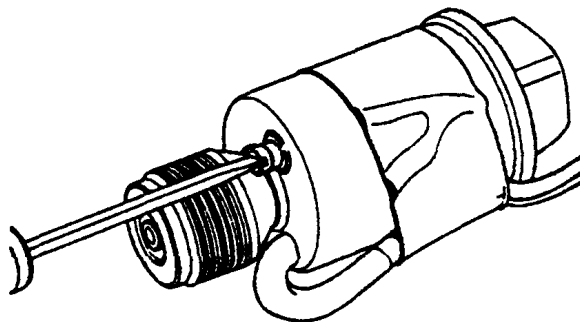

图 1-13 维修提示开关复位
对于机械式系统,可把开关上的螺钉逆时针旋转,直到灯熄灭为止(见图1-13)。
(6) 1981~1983 款的 4-151 CJ 和抢夺者加利福尼亚 (Scramble California) 车型 汽车每行驶 30000mile 的里程，仪表板上的报警灯将点亮，以提示该对氧传感器进行维修。维修完后，把开关上的复位螺钉逆时针旋转 1/4 圈，即可使该灯复位，见图 1-13。